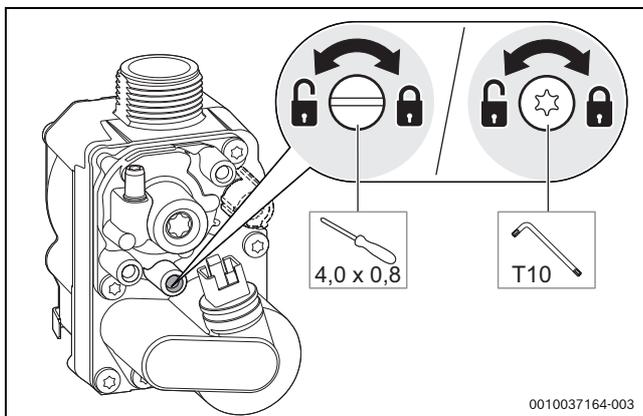

Bild 110 Gas-Anschlussdruck messen
- ▶ Schraube am Messstutzen für den Gas-Anschlussdruck 2 Umdrehungen lösen (→ Bild 110).